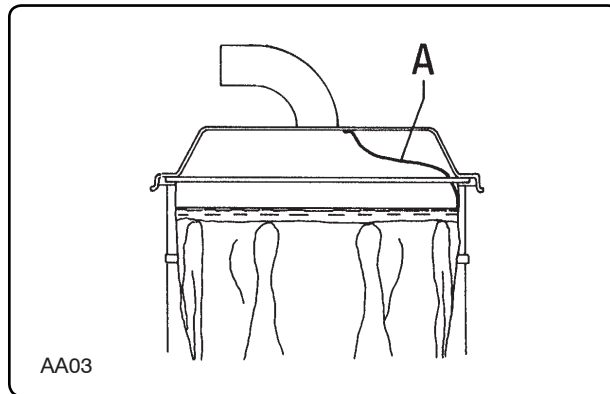

Fig. 8.5.5
8.5.4 - Sostituzione del filtro negli aspiratori nella categoria d'impiego "B1" fig. 8.5.5
8.5.4 - Changing the filter on "B1" version vacuum fig. 8.5.5
8.5.4 - Remplacement du filtre dans les aspirateurs de la catégorie d'utilisation "B1" fig. 8.5.5
8.5.4 - Ersetzen des Filters in den Saugern der Verwendungskategorie "B1" Abb. 8.5.5